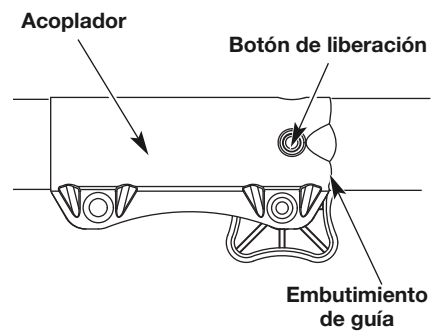

Fig. 4
NOTA: La alineación del botón de liberación con el embutimiento de guía ayudará en la instalación (Fig. 4).
Para un reborde decorativo con un accesorio de recorte, trabe el botón de liberación en el orificio de recorte de bordes de 90° (Fig. 4).
2. Oprima y mantenga apretado el botón de liberación (Fig. 4).